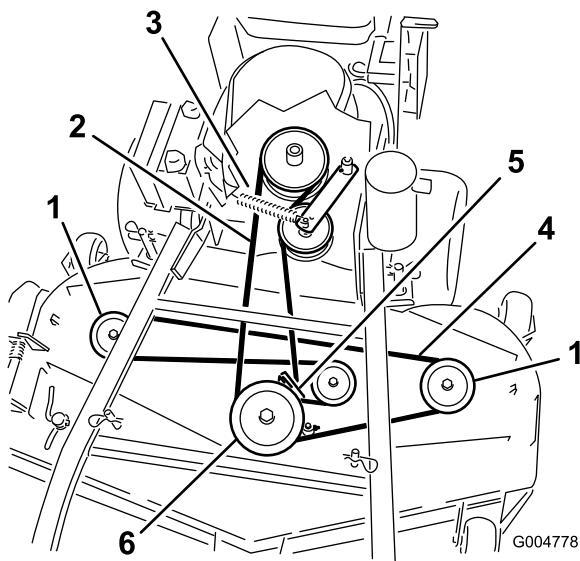
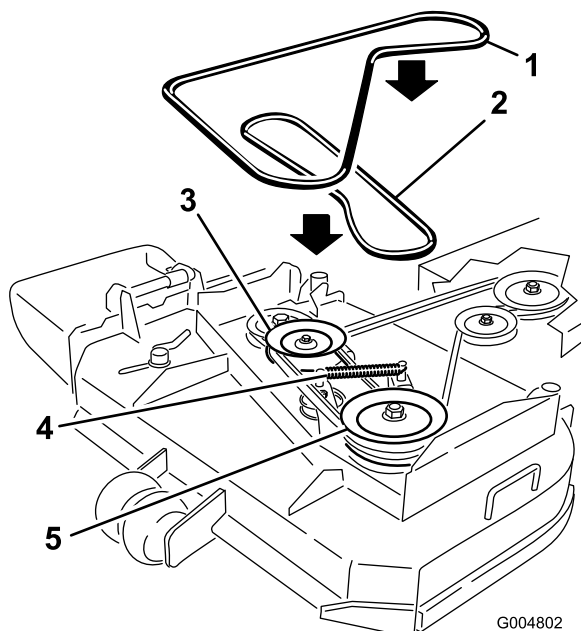

Figura 62
Figura 63
6. Desconecte el muelle del brazo de la polea tensora para aliviar la tensión de dicho brazo y de la polea tensora; retire la correa del cortacésped desgastada (Figura 62 o Figura 63).
7. Instale la nueva correa del cortacésped alrededor de las dos poleas exteriores de los ejes, la polea tensora y en la ranura inferior de la polea doble de los ejes (Figura 62 o Figura 63).
8. Conecte el muelle del brazo de la polea tensora (Figura 62 o Figura 63).
10. Ajuste la guía a 3 mm (1/8 pulg.) de la correa (Figura 62 o Figura 63).